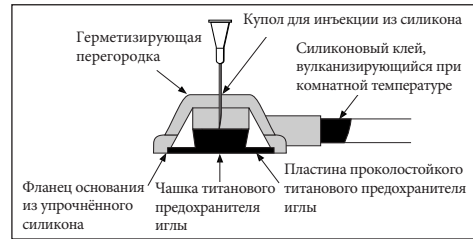

РИС. 4
- Вводите иглу в инъекционное гнездо до её упирания в предохранитель иглы, как показано на Рис. 4.